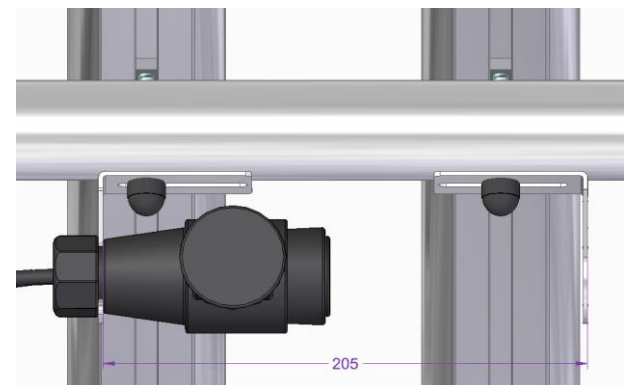

Abbildung 16
Nachdem die Beleuchtungsleiste montiert wurde, können Sie den Kabelbaum mit grünem und gelben Bajonettstecker an den Leuchten anschließen. Stecken Sie den gelben Bajonettstecker in die Leuchte mit Nebelschlusslicht auf der Fahrerseite und den Grünen in die Leuchte mit Rückfahrlicht auf der Beifahrerseite ein. Klippen Sie das Kabel in die Stangenhalter (21) und heben Sie den 13-poligen Stecker an das Auslegerrohr für die ungefähre Montageposition der Halter (6). Um die Halter (6) zu befestigen, lösen Sie die Schrauben, mit denen die Fahrradschiene, der Kunststoff-Clip, die Einlegewanne oder die Gepäckbox befestigt ist. Halten Sie den Halter (6) erneut an die ungefähre Position von und montieren Sie ihn mit der Unterlegscheibe und Schraube, mit der gleichen Schraube, die Sie davor gelöst haben (6Nm). Tragen Sie vor dem Verschrauben Schraubensicherungslack auf das Gewinde der Schrauben auf! Falls diese Schraube zu kurz sein sollte, verwenden Sie die nächst-längere Schraube, die im Lieferumfang enthalten ist (10 oder 11 oder 12 oder 13). Montieren Sie nun den anderen Halter im Abstand von ca. 205 mm (Beispielbild Abb. 16).